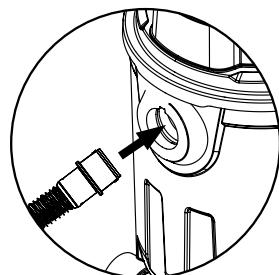

Fig. 4 – Conexión de la manguera
- Introduzca el conector de la manguera en la boquilla de conexión, gírela en el sentido de las agujas del reloj para bloquearla (Fig. 4).